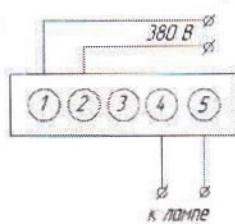

Рис.2
- б) пропустить кабели через ниппели и произвести монтаж согласно схемы, указанной на рис.2 или 3 (в зависимости от аппарата);